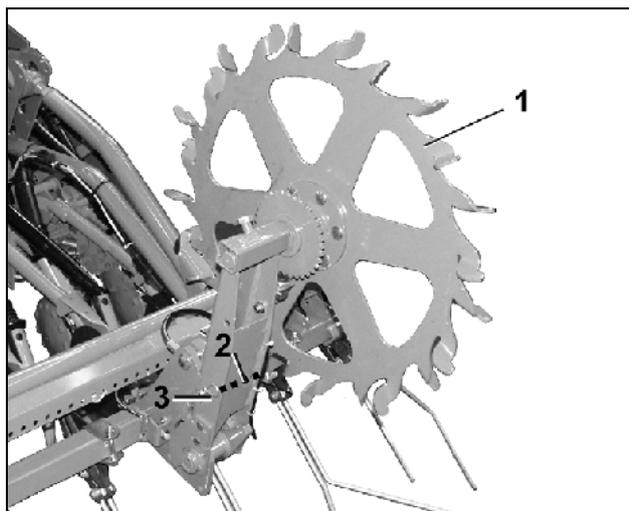

Fig. 113
- Relevez un court instant manuellement la roue d'appui (Fig. 113/1), desserrez la goupille ressort (Fig. 113/3), tirez la goupille (Fig. 113/2) et abaissez la roue d'appui.